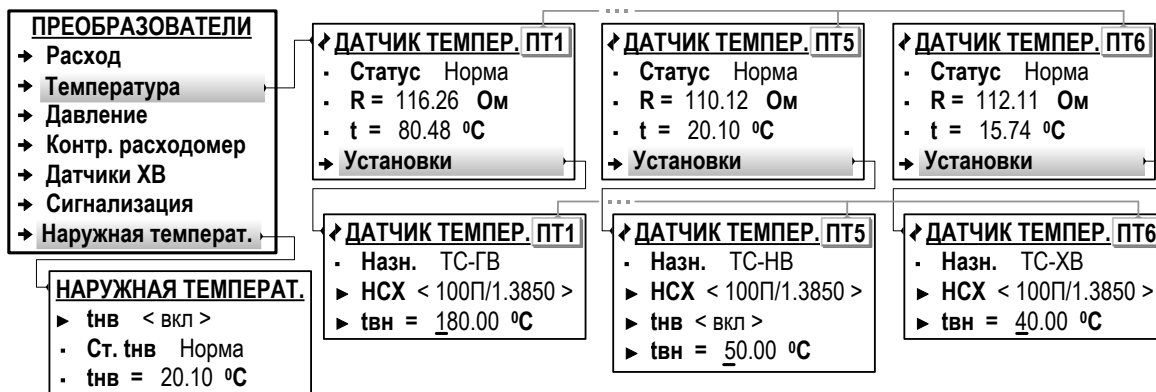

Рис.23. Вид меню настройки ПТ (режим СЕРВИС).
7.5.3.2. Настройка параметров входов для подключения преобразователей температуры выполняется в меню **Преобразователи / Температура / Установки** (рис.23).
7.5.3.3. Включение функции измерения температуры наружного воздуха выполняется в меню **Преобразователи / Наружная температ.** (рис.23): для параметра **tвн** устанавливается значение **вкл**. После чего обеспечивается доступ к настроечным параметрам преобразователя ПТ5 в окне **ДАТЧИК ТЕМПЕР. ПТ5** (меню **Преобразователи / Расход / Установки**).